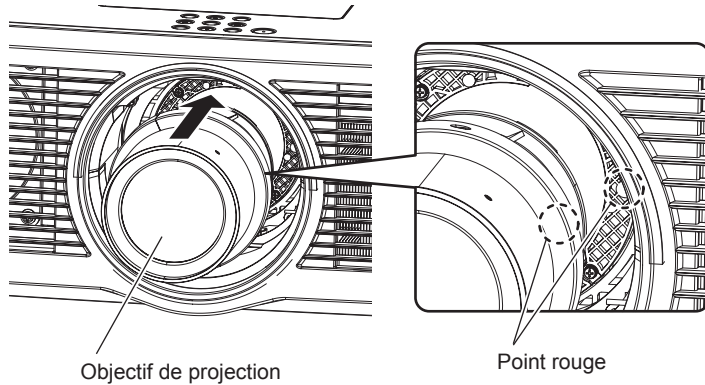

Fig. 1
- 1) **Alignez le repère (point rouge) sur l'objectif de projection avec le repère (point rouge) sur le projecteur, et insérez-le complètement. (Fig. 1)**